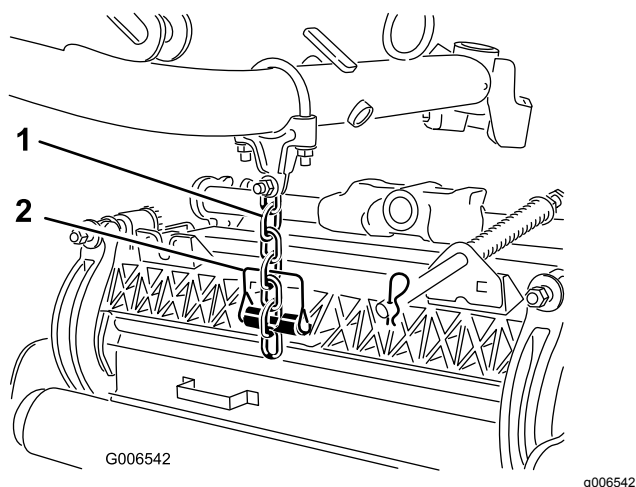

**Figure 12**
- 1. Insérez une rondelle de butée sur l'axe horizontal du pivot comme montré à la Figure 12.
2. Insérez l'axe horizontal du pivot dans le tube de montage du bâti porteur (Figure 12).
3. Fixez le pivot au bâti porteur avec une rondelle de butée, une rondelle plate et une vis à embase (Figure 12).
4. Insérez une rondelle de butée sur l'axe vertical du pivot (Figure 12).
5. S'il a été déposé, insérez l'axe vertical du pivot dans le moyeu de pivot du bras de levage (Figure 12).
7. Insérez la goupille à anneau dans le trou transversal de l'axe de pivot (Figure 12).
de direction dans le trou de fixation du pivot (Figure 12).
13. Accrochez le ressort autour du bas de la goupille de blocage de direction (Figure 12).